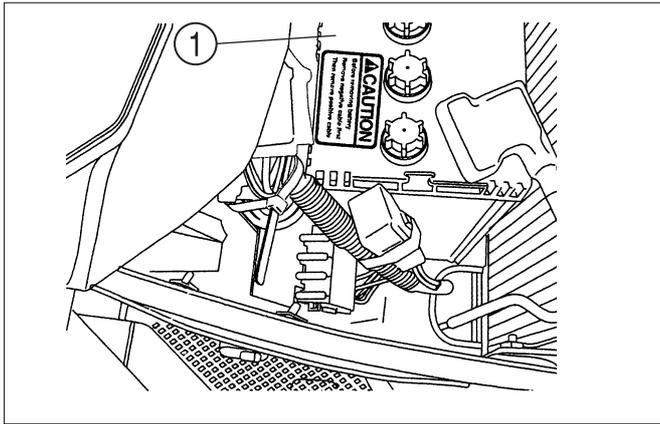

FIG. 76
**FIG. 76 :** La batterie ①, se trouve sous le capot moteur à l'avant du tableau de bord. Pour déposer la batterie, contrôler l'électrolyte ou nettoyer les câbles, ouvrez le capot moteur.